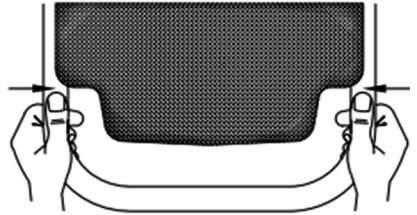

Fig. 8 – Sujetando el equipo durante la operación
- a. Con el motor encendido, conforme instruido anteriormente, y la temperatura de funcionamiento, acelere el equipo hasta alcanzar la velocidad deseada, sujetando la manilla firmemente. Para asegurar un control y un desempeño optimizados y un nivel mínimo de vibración mano/brazo, sujete la manilla con las dos manos (Fig. 8.)